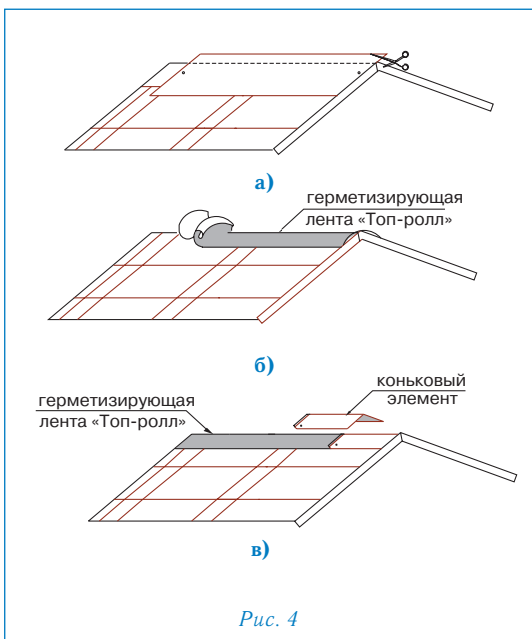

Рис. 4
Конек (рис. 4)
- Верхний ряд черепицы ПРЕСТИЖ ВИЗАНТИЯ доводится до линии конька (ребра), выступающие части листов обрезаются (рис. 4а);
- линии коньков и ребер герметизируются специальной самоклеящейся лентой «Топ-ролл» (рис. 4б);
- далее устанавливаются внахлест специальные коньковые элементы (направление укладки по преимущественному направлению ветра). Каждый коньковый элемент плотно прижимается к основанию кровли и фиксируется двумя гвоздями из нержавеющей стали длиной 35 мм, которые перекрываются следующим коньковым элементом (рис. 4в).